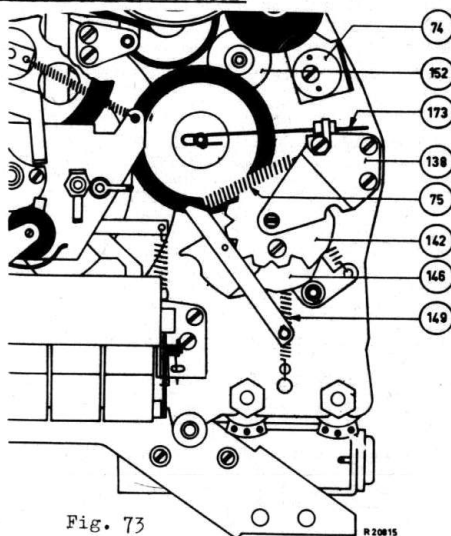

Fig. 73
- Haak trekveer 75 los van beugel 138 (zie fig. 73).